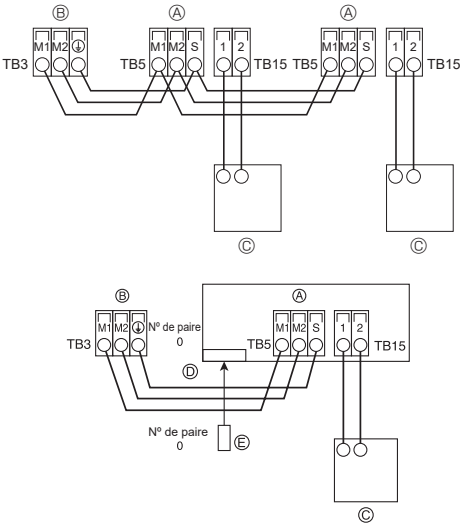

Fig. 6-3
6.5. Raccordement des câbles de la commande à distance et des câbles de transmission intérieurs et extérieurs (Fig. 6-3)